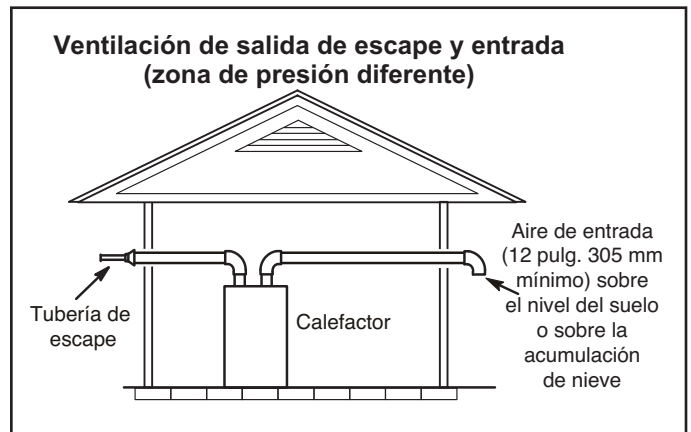
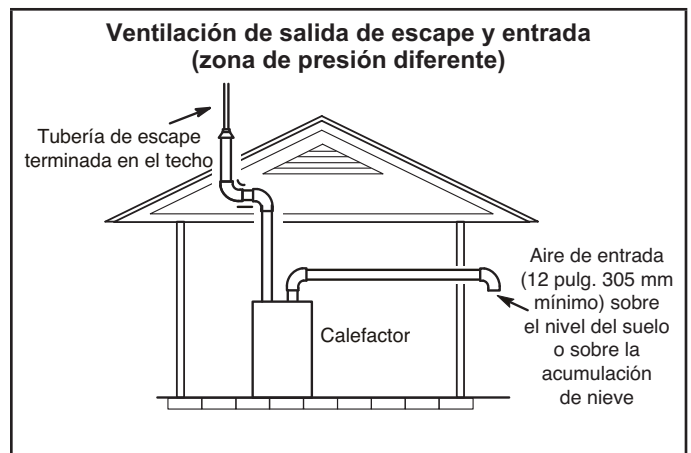

FIGURA 37
FIGURA 38
- 1 - Las terminaciones de ventilación no tienen que estar en la misma zona de presión. Usted puede sacar la entrada en un lado de la estructura y el escape en el otro lado (FIGURA 37). Usted puede sacar el escape por el techo y la entrada por el costado de la estructura (FIGURA 38).